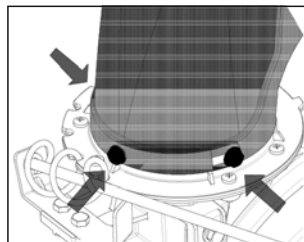

**Рис. 24**
1) Поместите желоб на седло желоба, закрепите его болтами внутри и гайками снаружи. (Рис. 24).